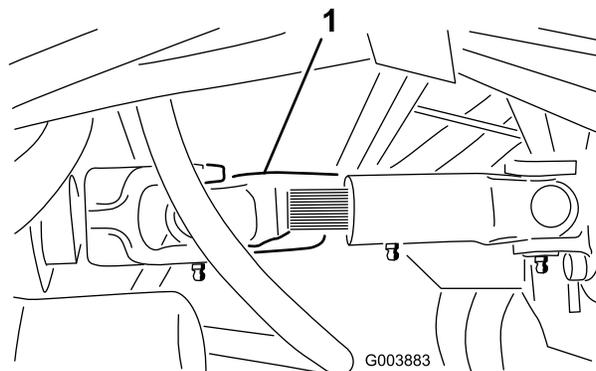

Figura 35
2. Allentate i bulloni che fissano l'albero di trasmissione alla trasmissione (Figura 35).
- Una volta giunti a destinazione, rimontate l'albero di trasmissione come illustrato nella Figura 35. Le scanalature consentono di procedere all'assemblaggio solo quando le due metà dell'albero sono correttamente orientate.